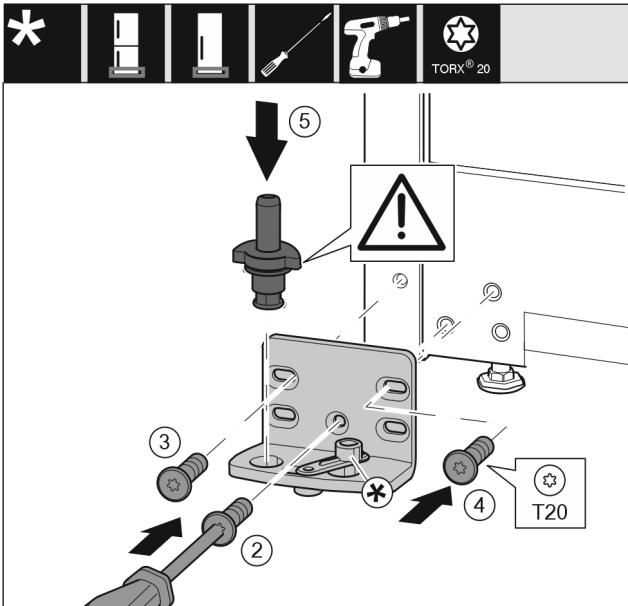

Fig. 14
- Встановіть опорний кронштейн з іншого боку і закріпіть гвинтами за допомогою викрутки T20. Почніть із гвинта 2 знизу посередині. Fig. 14 (2)
- Закрутіть гвинти 3 та 4. Fig. 14 (3,4)
- Вставте цілком опорний гвинт. При цьому виступ фіктора повинен бути спрямований назад. Fig. 14 (5)